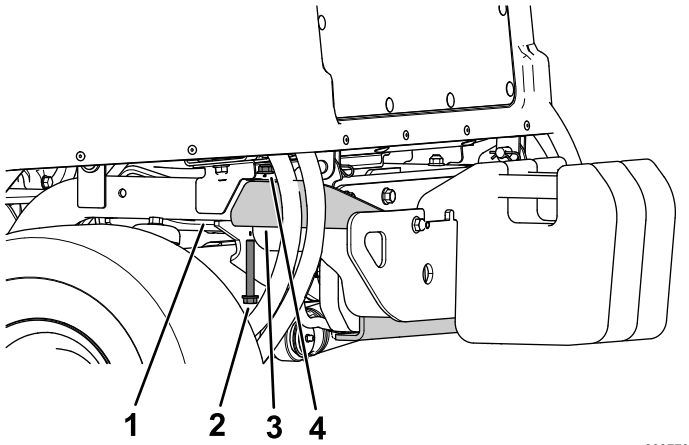

Figura 21
1. Remova o parafuso de cabeça flangeada ($\frac{3}{8}$ x $2\frac{3}{4}$ pol.) e porca flangeada ($\frac{3}{8}$ pol.) que prendem o para-choques à estrutura do tubo traseiro em cada lado do para-choques (Figura 21).